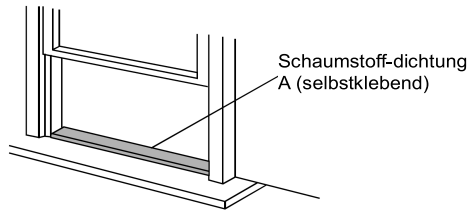

Abb.8
1. Schneiden Sie die Schaumstoffdichtung (selbstklebend) auf die richtige Länge und bringen sie am Fensterunterbau an. Abb.8